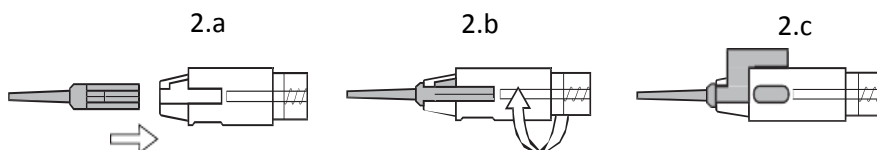

Fig. 2
10. Introduceți cartușul cu aripioarele blocate în locașul injectorului și blocați-l printr-o rotire ușoară a aripioarelor ca în Fig. 2.